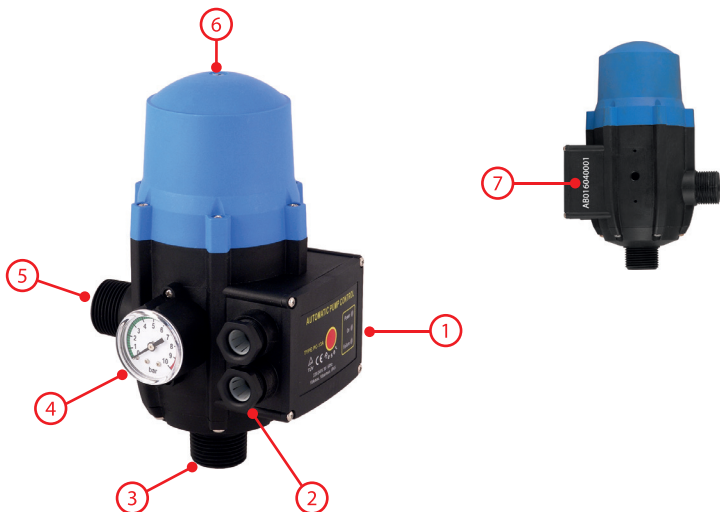

Рис. 1
5. Электрический кабель проведите через кабельные вводы (рис. 1, пункт 2) и подключите согласно электрической схеме подключения (стр. 6).
4. Если давление включения вас не устраивает, вы можете самостоятельно его отрегулировать с помощью регулировочного винта (рис. 1, пункт б). Поворачивая регулировочный винт в сторону знака «минус» вы уменьшаете давление включения, а поворачивая регулировочный винт в сторону знака «плюс» вы увеличиваете давление включения блока автоматики.